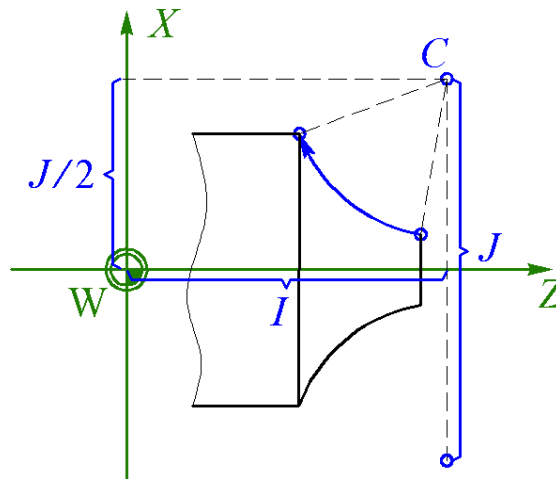

Рис. 1. Параметры круговой интерполяции в системе NC-201 (токарная обработка)
- положение центра C дуги окружности задается от нуля детали (рис. 1);